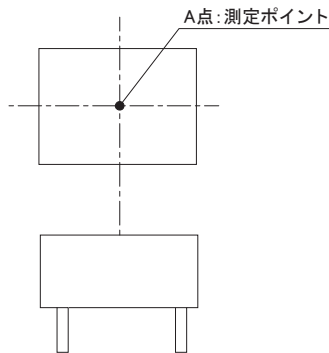

図7.1 TUHSシリーズ温度測定箇所
■図7.1で示すA点の温度を、表7.1で示す温度以下となるようにお使いください。